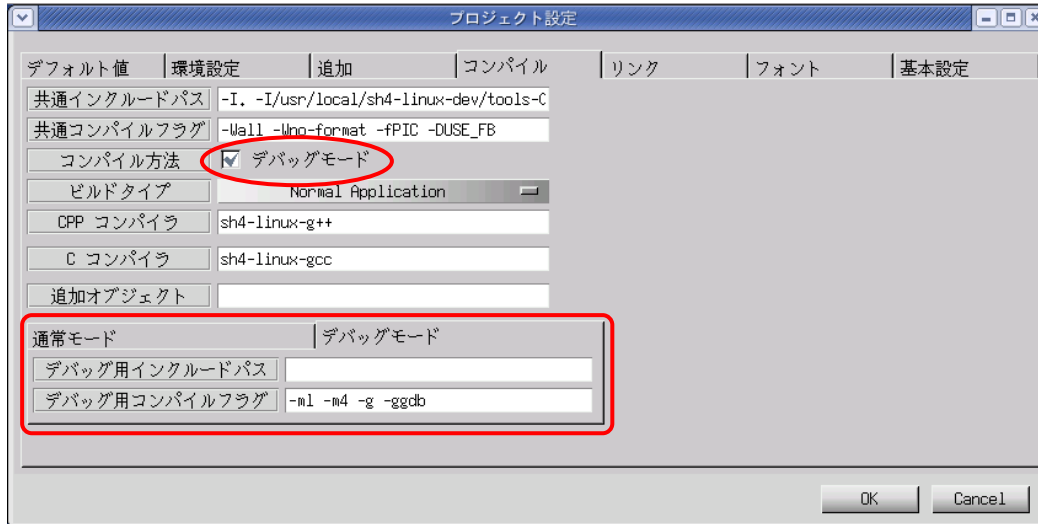

図 3-4-1. プロジェクト設定画面 (コンパイルタブ)
WideStudio の場合、 をクリックするか、メニューの「プロジェクト(P)」→「プロジェクト設定(E)」をクリックしてください。「コンパイル」タブをクリックすると、図 3-4-1 のようなプロジェクト設定画面が表示されます。
WideStudio の場合は、 をクリックする、またはメニューの「プロジェクト (P)」→「プロジェクト設定 (E)」をクリックしてください。「コンパイル」タブをクリックすると、図 3-4-1 のようなプロジェクト設定画面が表示されます。